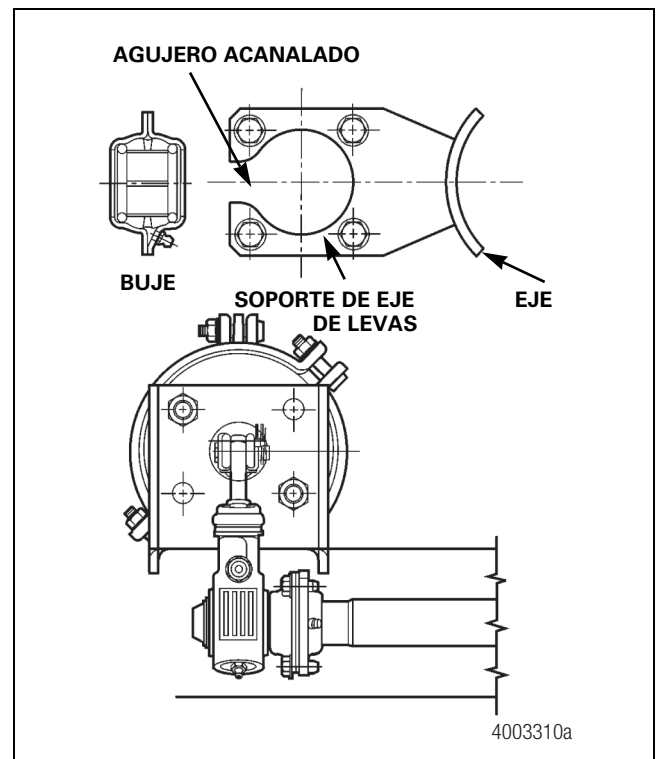

Figura 12.9
- El diseño actual de producción consiste en un buje con una grasera recta instalada sobre un soporte de eje de levas con un agujero acanalado. Una vez armada, la grasera se orienta en dirección opuesta al ajustador de freno. Figura 12.9.